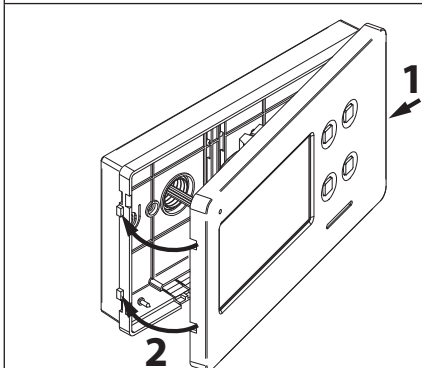

Fig. 7
6. Lorsque l'installation est testée et que les réglages nécessaires sont effectués, procéder à la fermeture de l'interphone vidéo comme illustré sur la **Fig. 7**: l'accrocher d'abord sur la partie droite ensuite sur la partie gauche jusqu'au déclic de l'encastrement.